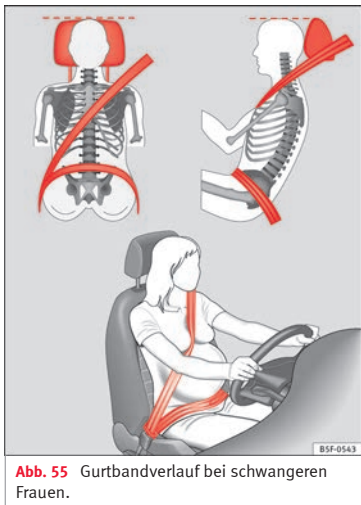

Abb. 55 Gurtbandverlauf bei schwangeren Frauen.
• Das Schultergurtteil des Sicherheitsgurtes muss über die Schultermitte und niemals über den Hals verlaufen. Der Sicherheitsgurt muss flach und fest am Oberkörper anliegen »» **Abb. 55**.
• Das Beckengurtteil des Sicherheitsgurtes muss vor dem Becken verlaufen und niemals über dem Bauch. Dabei muss der Gurt flach und fest am Becken anliegen »» **Abb. 55**. Ziehen Sie das Gurtband gegebenenfalls etwas nach.